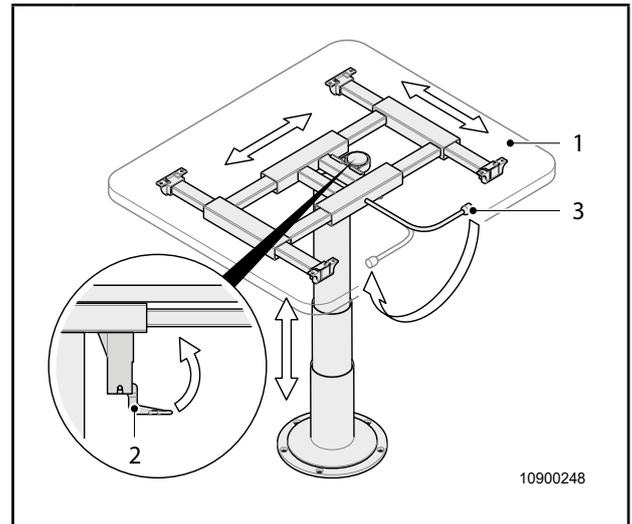

Fig. 27 Regolazione del tavolo sollevabile
1. Sbloccare la chiusura del tavolo girando la leva di regolazione (Fig. 27, Pos. 3).